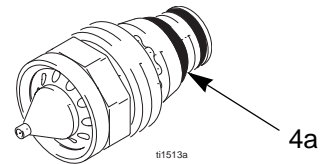

Fig. 19. Joint torique conducteur de la buse
5. S'assurer que le contact métallique (C) à l'intérieur du canon, le contact annulaire de la buse (4a, Fig. 19) et les contacts de l'électrode (E) sont bien propres et en bon état.